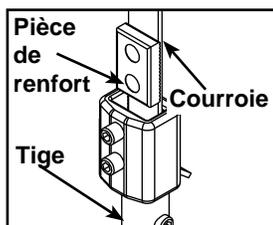
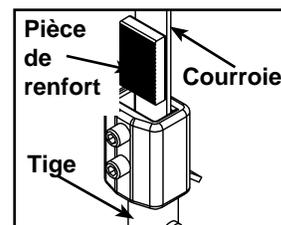

Figure 11A
Figure 11B
- D. Vérifiez si la courroie et la pièce de renfort sont installées correctement, tel qu'illustré à la figure 11A. **REMARQUE** : N'installez pas la pièce de renfort à l'envers, tel qu'illustré à la figure 11B.